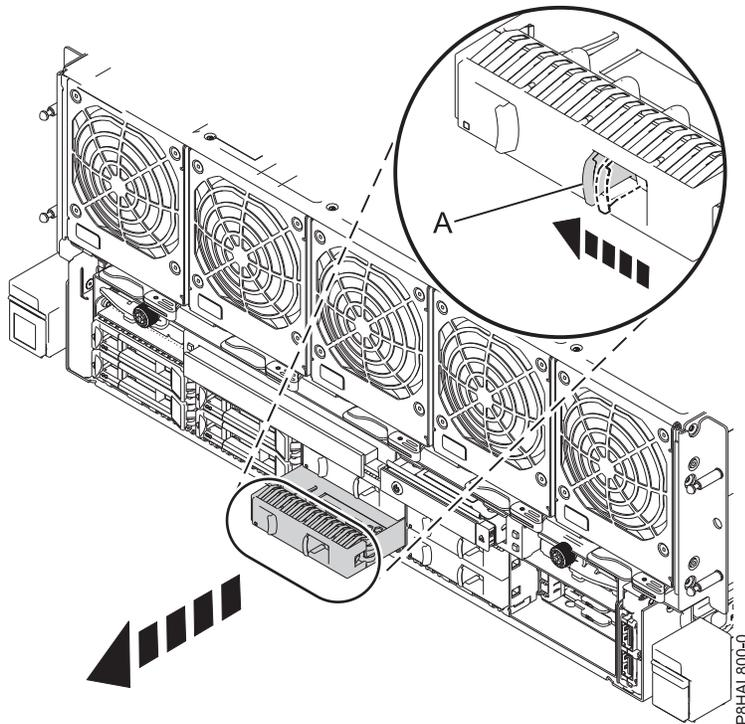

Figura 7. Remover um enchimento de uma unidade de disco de um sistema de 8408-44E ou 8408-E8E
- a. Empurre o trinco **(A)** na pega do enchimento na direcção demonstrada em Figura 7 na página 15.